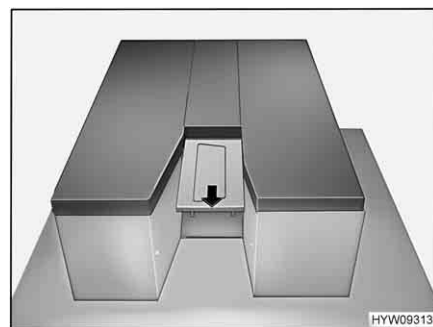

Fig. 101 Estrazione della prolunga
- Estrazione dell'ampliamento (Fig. 101). Insieme all'ampliamento viene estratta anche la scaletta.